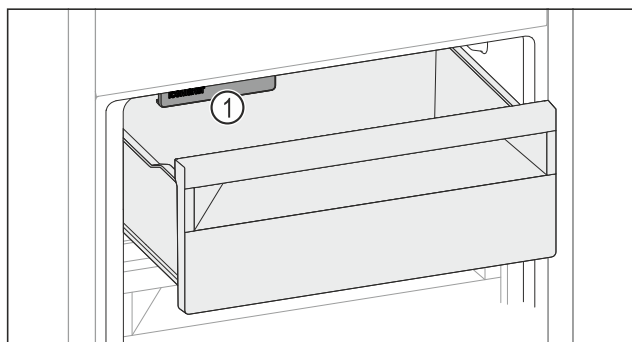

Fig. 140
- ▶ Dávejte pozor na IceMaker Fig. 140 (1).